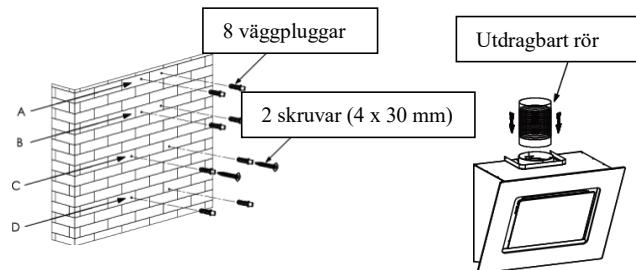

Bild 2
4. Borra åtta hål med diameter 8 mm på rekommenderad höjd. Position A är avsedd för montering av platta II och schaktets innerdel. Position B är avsedd för montering av platta I och schaktet (innerdel och ytterdel) på väggen. Position C är avsedd för montering av fläktkåpan på väggen. Vid position D sätts fläktkåpan även fast med säkerhetsskruvarna för ökad säkerhet. Sätt dit fläktkåpan tillsammans med de två medföljande skruvarna (4 x 30 mm) och väggpluggar vid position C (se bild 2).